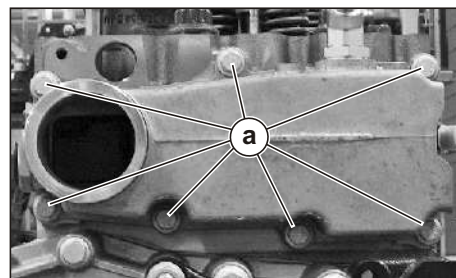
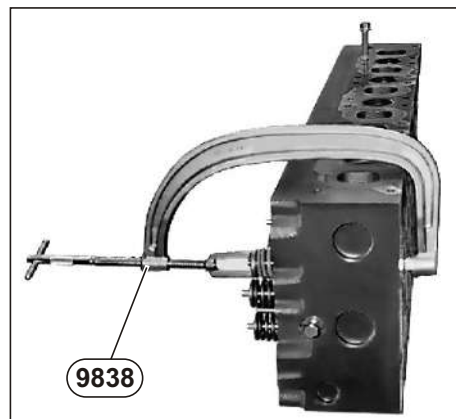
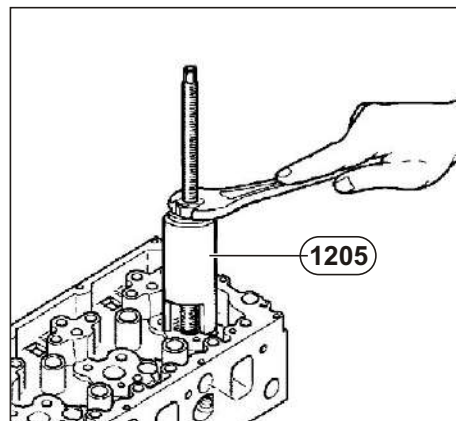

Рис. 54. Снятие коробки слива ОЖ с головки цилиндров.
Рис. 55. Снятие клапанов.
Рис. 56. Снятие стакана форсунки.
7. Отвернуть 7 болтов крепления коробки слива охлаждающей жидкости с головки цилиндров (а) (310022) (см. Рис. 54).
8. Снять коробку слива ОЖ с головки (17).
9. Снять прокладку (18) коробки слива охлаждающей жидкости.
10. Сжать пружины, используя приспособление 9838 (см. Рис. 55).
11. Вынуть сухари (25).
12. Снять тарелки (24) и пружины (21, 22).
13. Извлечь опорные шайбы пружин (23).
15. Снять манжеты клапанов (13).
20. Извлечь стаканы форсунок (12), используя приспособление 1205 (см. Рис. 56).
21. Извлечь кольцевое уплотнение (11).
1. Поставить манжеты (13) на направляющие втулки выпускных клапанов.
3. Установить шайбы пружин опорные (23).
4. Установить пружины (21, 22) с тарелками (24).
5. Установить сухари (25), используя приспособление 9838 (см. Рис. 55).